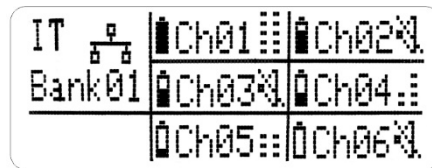
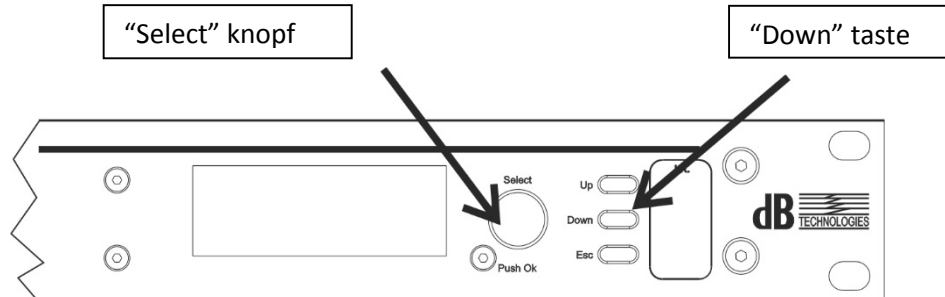
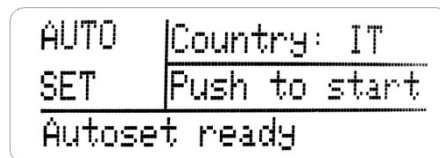

Abb. 4.1
Abb. 4.2
Abb. 4.3
- 4 Stellen Sie sicher, dass das Display des HUB800 das in Abbildung 4.1 dargestellte Fenster anzeigt. Beginnen Sie den Autosetup durch Drücken der Taste "Down", und anschließend Drücken des Drehgriffs "Select", siehe Abb. 4.2. Stellen Sie sicher, dass auf dem Display das Fenster, siehe Abb. 4.3, den Start der Prozedur bestätigt. Siehe die Betriebsanleitung von HUB800 für weitere Details.